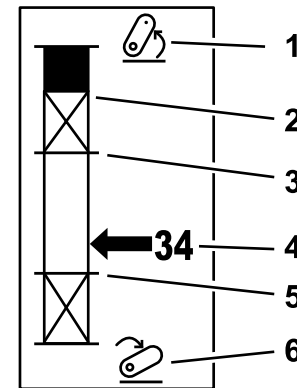

Figura 22
2. Inicie a máquina Outcross e percorra o ecrã de estado para mostrar a altura do engate de 3 pontos (Figura 22).
3. Mova o engate de 3 pontos para cima e para baixo e registre o número da atual posição de engate quando estiver na posição de transporte, da posição de viragem, da posição de trabalho máxima e da posição de trabalho mínima (Figura 22).
Esta é a altura de elevação máxima de um acessório de 3 pontos. Defina esta posição elevando o acessório até à altura máxima permitida ou até ao ângulo mais alto para um eixo de PTO não acionado; o que ocorrer primeiro. Tome nota da posição da altura no ecrã de estado e introduza-a na definição do parâmetro no ecrã do InfoCenter (Figura 22).
Este parâmetro é necessário apenas para acessórios de 3 pontos acionados por pá. Esta é a posição automática dos 3 pontos quando o acessório está em viragem ou a ser elevado para evitar um perigo. Defina este ponto elevando o acessório de 3 pontos e confirme se o acessório elevado não danifica as depressões naturais do relvado. Tome nota da posição da altura no ecrã de estado e introduza-a na definição do parâmetro no ecrã do InfoCenter (Figura 22).
Eleve o acessório até ao ponto mais alto permitido e tome nota da posição da altura no ecrã de estado e introduza-a na definição do parâmetro no ecrã do InfoCenter (Figura 22).
Baixe o acessório até ao ponto mais baixo permitido e tome nota da posição da altura no ecrã de estado e introduza-a na definição do parâmetro no ecrã do InfoCenter (Figura 22).